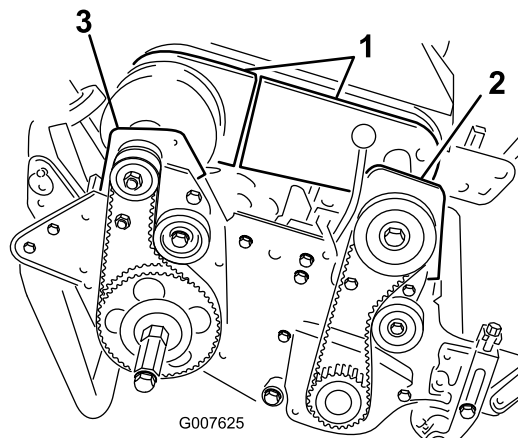

図 40
4. デファレンシャル・カバー（前半分と後半分）のボルトを取り、カバーを外してベルトが見えるようにする（図 40）。
6. 前クラッチ・ハウジングをサイド・プレートに固定しているボルト 2 本を外す（図 40）。
8. 右後ベアリング・ハウジングをサイド・プレートに固定しているボルト 2 本とロックナットを外す（図 40）。